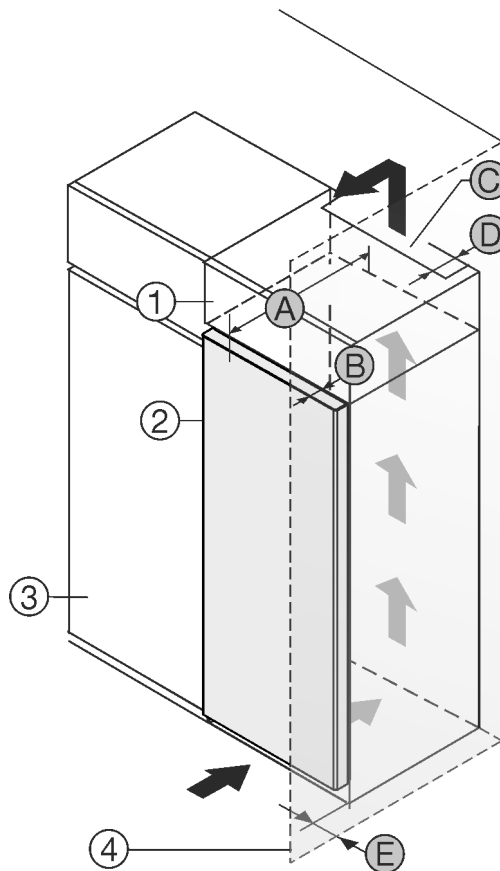

Fig. 1
Вы можете установить устройство непосредственно рядом с кухонным шкафом Fig. 1 (3)\*.
На задней стенке дополнительного шкафчика должен быть вентиляционный канал с глубиной Fig. 1 (D) по всей ширине этого шкафа.\*
Нужно соблюдать вентиляционное отверстие Fig. 1 (C) под нижней панелью.\*
Если устройство устанавливается на шарнирах у стены Fig. 1 (4), то расстояние между устройством и стеной должно быть не менее 13 мм.\*
Если устройство устанавливается на шарнирах у стены Fig. 1 (4), то расстояние между устройством и стеной должно быть не менее 20 мм.\*
Чтобы можно было полностью открыть дверь, устройство должно выступать на глубину двери Fig. 1 (B) относительно передней стенки кухонного шкафа. В зависимости от глубины кухонных шкафов Fig. 1 (3) и использования пристенных распорок устройство может выступать и больше.\*